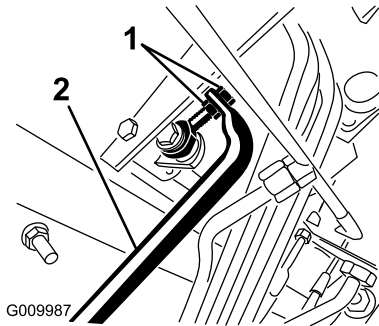

図 71
4. 前への動きを止めたい場合は、ポンプロッドの端部にあるジャムナットを回してポンプコントロールチューブ（図 71）を前へ動かす。後への動きを止めたい場合は、後へ動かす。